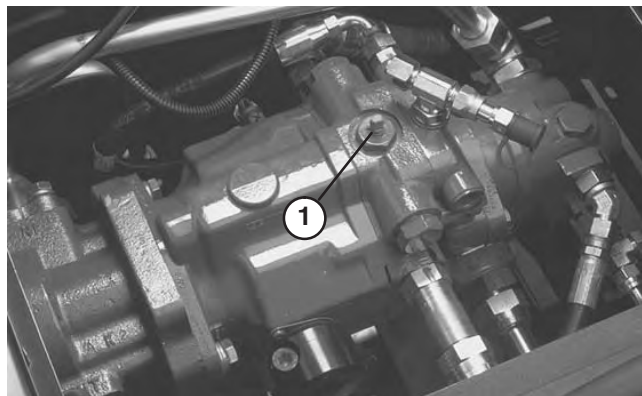

Figure 19
3. Tournez la vanne de dérivation de 90 degrés (Fig. 19). L'ouverture de la vanne ouvre un passage à l'intérieur de la pompe de déplacement, et l'huile hydraulique est ainsi mise en dérivation. Comme l'huile est dérivée, le groupe de déplacement peut être bougé sans causer de dommages au système hydraulique.